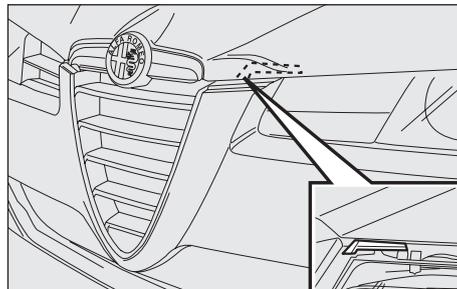

Abb. 161
- Den Hebel (**Abb. 161**) der Sicherheitsvorrichtung nach oben schieben.